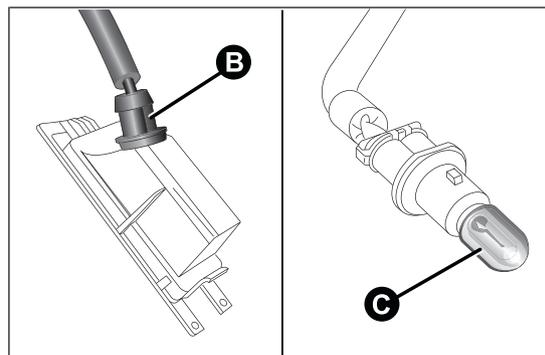

fig. 142
- ruotare in senso orario il portalampada B fig. 142, estrarre la lampada C e sostituirla;